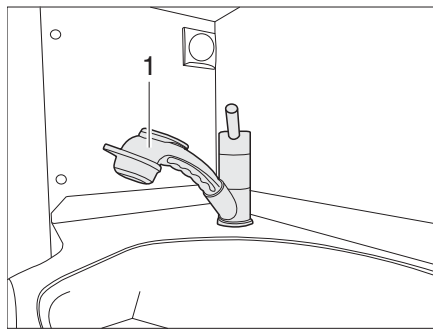

Bild 129 Handbrause
- Handbrause (Bild 129, 1) herausziehen und leer laufen lassen.
- ▷ Zum Duschen die Handbrause (Bild 129,1) benutzen. Dazu die Handbrause herausziehen.